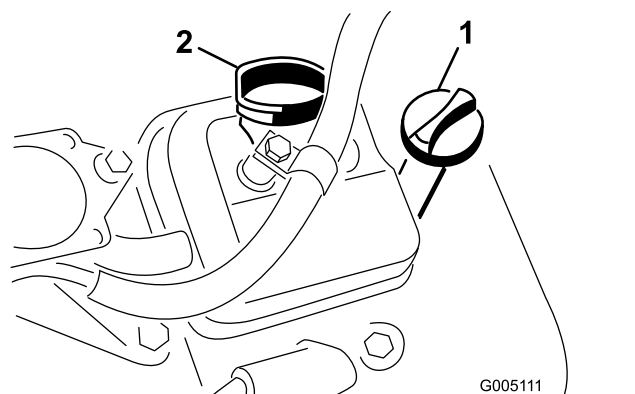

図 39
3. 補給口にディップスティックを差し込んでねじ部を最後まで締めこむ 図 39。